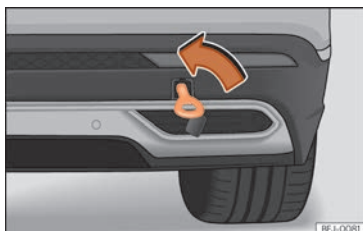

Abb. 48 Auf der rechten Seite des hinteren Stoßfängers: eingeschraubte Abschleppöse.
- Drehen Sie die Abschleppöse **entgegen dem Uhrzeigersinn** in die Aufnahme bis zum Anschlag » Abb. 48 » ❶. Verwenden Sie ein geeignetes Hilfsmittel, um die Abschleppöse festzuziehen.
❶ VORSICHT